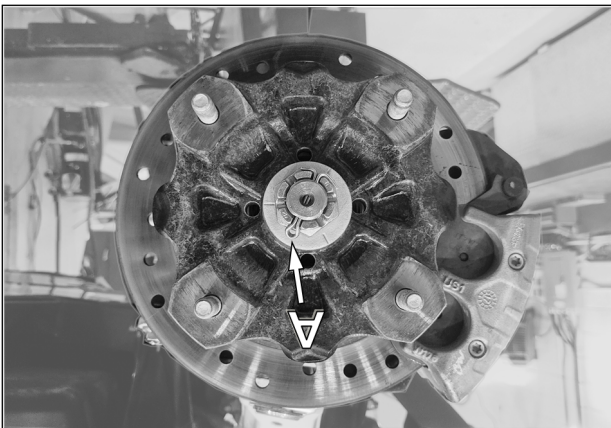

Fig. 9
9. S'assurer que la goupille fendue (A) ne produise aucune interférence lors de l'assemblage du moyeu du système. Le moyeu du système de traction doit se positionner sans résistance au moyeu du véhicule. Voir la Fig. 9